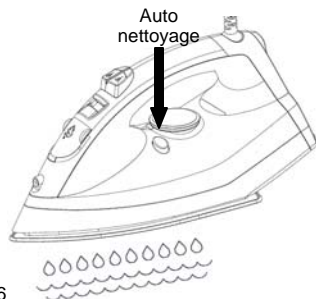

Fig. 6
7. Maintenez le fer à repasser au-dessus de l'évier à la position horizontale et appuyez sur le bouton d'auto nettoyage. De l'eau chaude et de la vapeur sortiront de la semelle. (Fig. 6) Balancez légèrement le fer à repasser en faisant des aller-retour pour permettre à la chaux et aux particules de poussière de sortir.